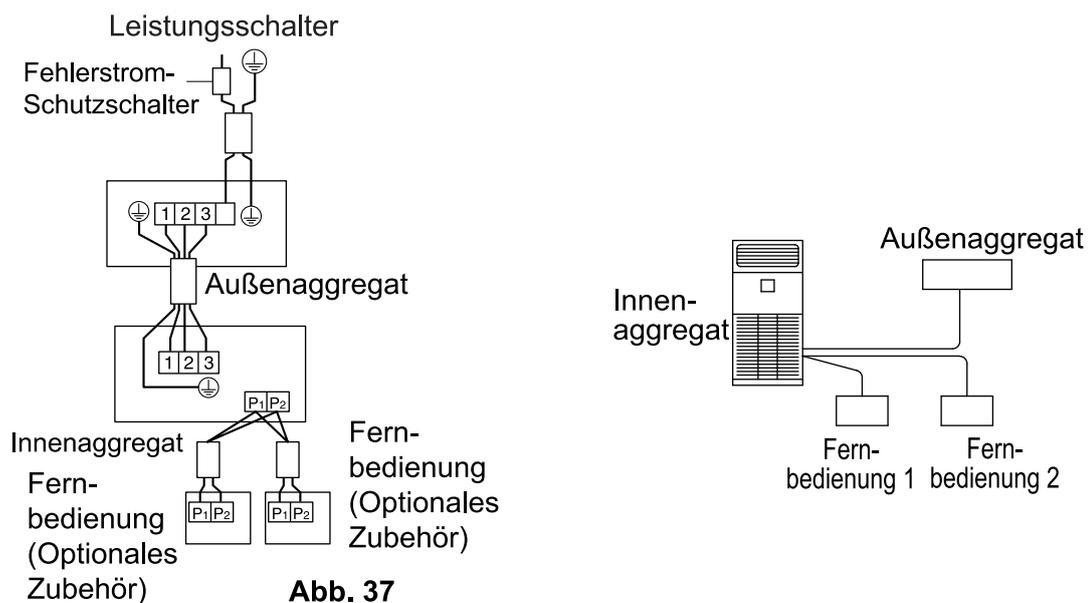

Abb. 37
- **2 Fernbedienungen steuern:** 2 Fernbedienungen steuern 1 Innenaggregat. (Siehe Abb. 37)
(Siehe Abb. 37 und Tabelle 4)